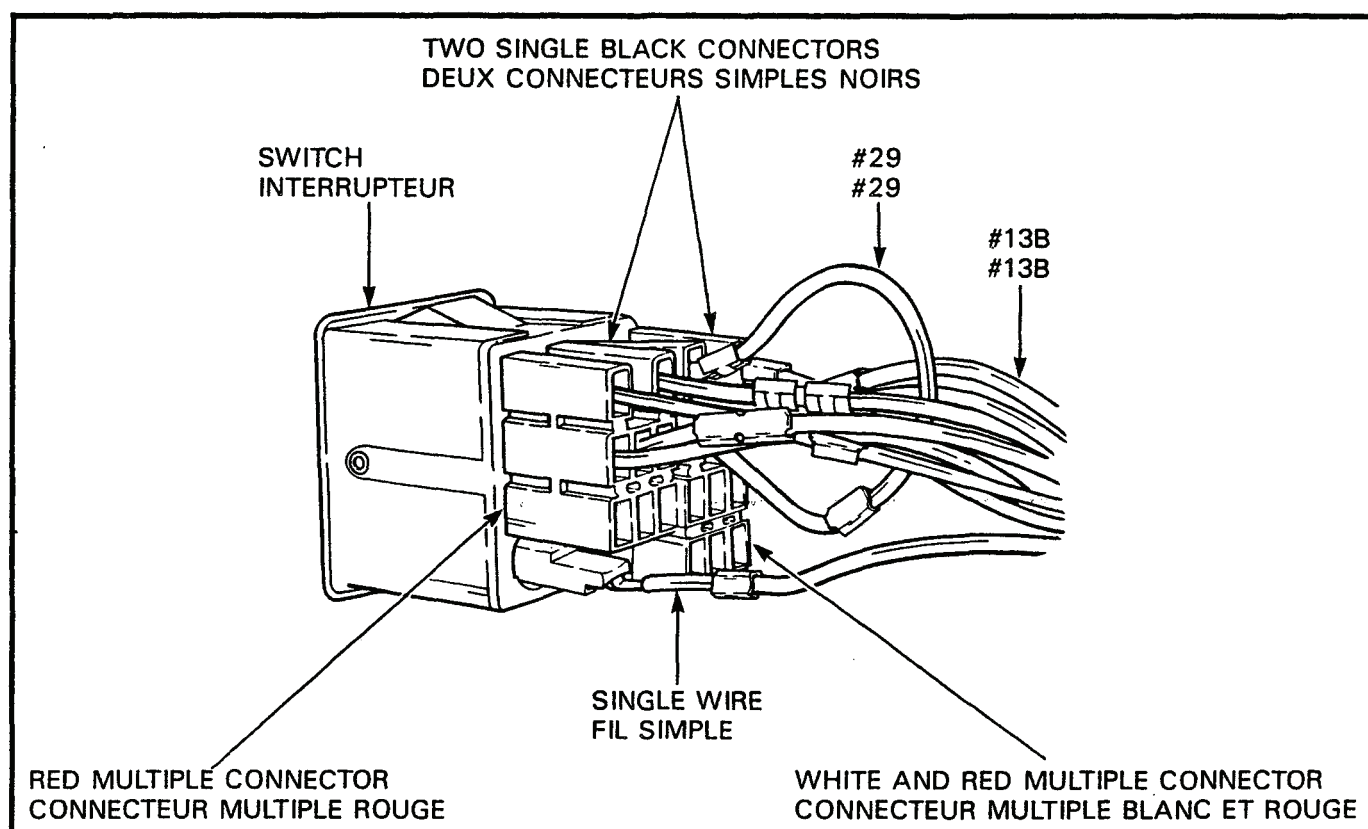

Figure 5-2-4 Heater/Hazard Switch Connectors
37. **Installation** — To install, see Figure 5-2-4 and proceed as follows:
37. **Installation** — Pour installer l'ensemble d'interrupteurs, voir figure 5-2-4, et procéder comme suit: